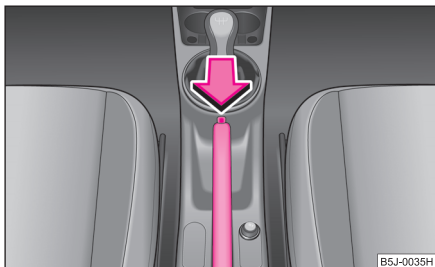

Fig. 103 Consola centrală: Frâna de staționare
- Acționați maneta puțin în sus **și în același timp** apăsați butonul de blocare ⇒ fig. 103.